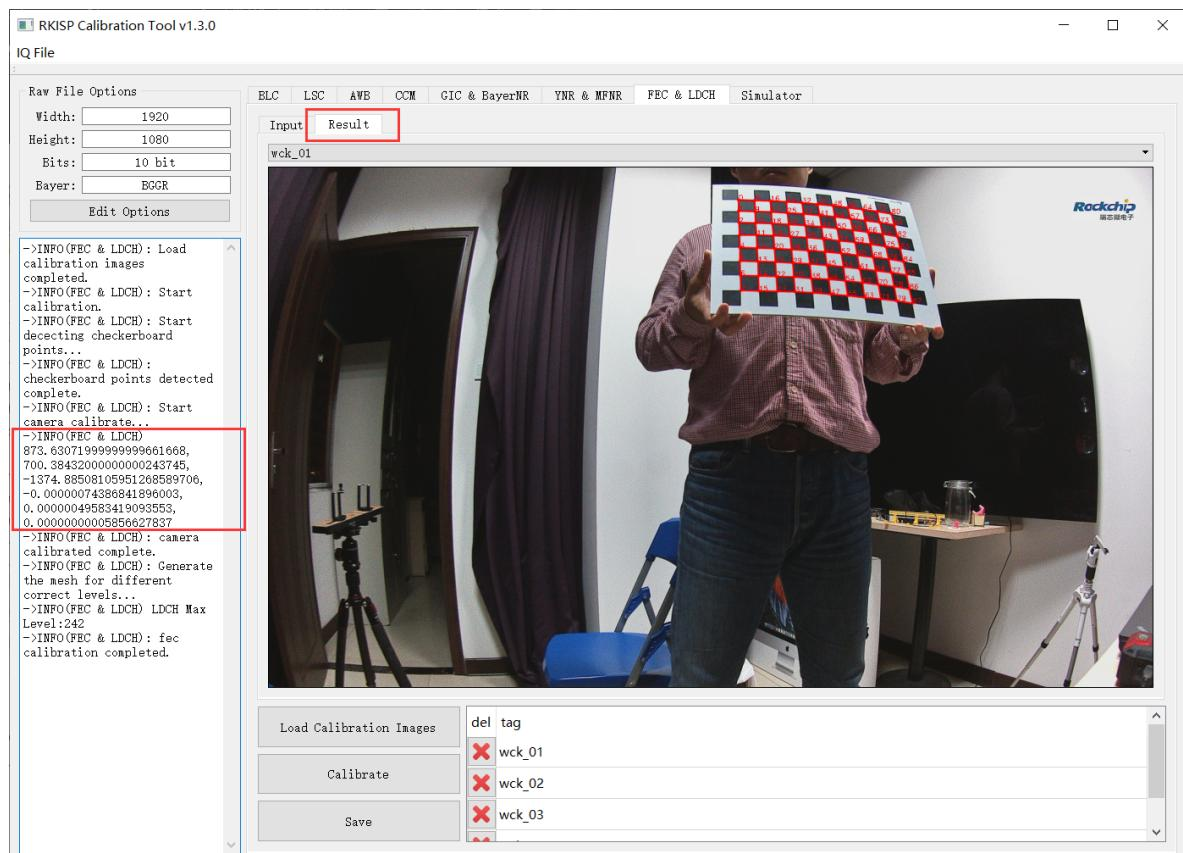

图4-7-3-1
2. 如果标定成功, 则会出现图4-7-3-1的结果, 在左侧log显示框可以查看标定后的畸变参数, 6个参数的意义从上至下依次为相机的中心坐标(cx, cy)、相机畸变参数(a0, a2, a3, a4)。在右侧的结果选项卡可以查看每张图像的棋盘格内角点检测结果。如果出现个别检测结果不准确的情况, 可以把对应的图像删除, 重新进行标定, 以获得更加准确的标定结果。生成的FEC和LDCH映射表保存在result目录下对应的文件夹内。